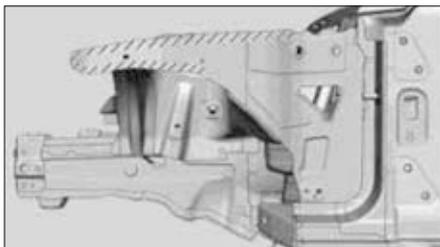

FIG. 18
- Appliquer de la colle à deux composants dans les zones hachurées (Fig.18).